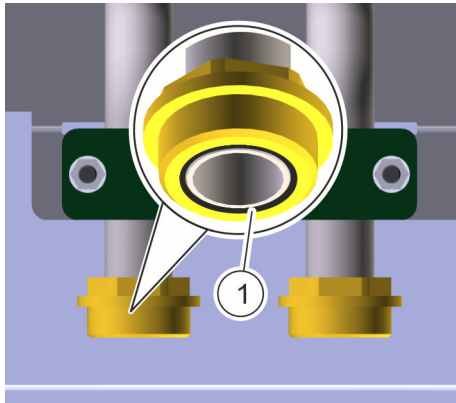

Abb. 48: Dichtungsringe
3. ➔ Sicherstellen, dass in allen Anschlusskupplungen die Dichtungsringe (Abb. 48/1) vorhanden sind.